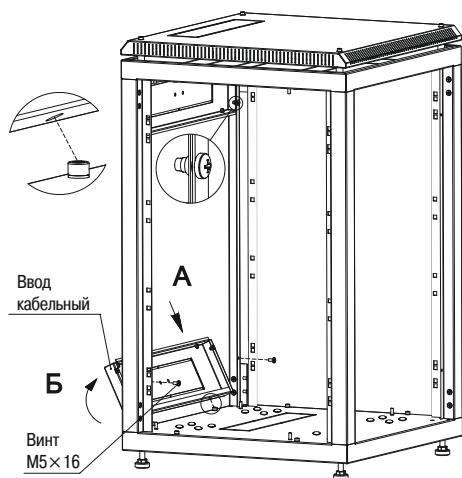

Рисунок 5 – Установка кабельных вводов
3.1.5 Для установки вводов кабельных состыкуйте посадочные круглые отверстия вводов с винтами на основании (действие А), прижмите вводы к стойкам (действие Б) и закрепите винтами М5×16 с полукруглой головкой (рисунок 5).*